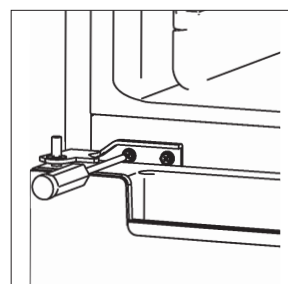

Fig. 14
- ▶ Vissez fermement la charnière inférieure (8) avec les deux vis de maintien.
- ▶ Vissez les pieds de l'appareil (9).
- ▶ Réalignez l'appareil. Alignez-le ensuite horizontalement en vissant ou dévissant les pieds de l'appareil (9).
- ▶ Placez maintenant la porte du congélateur (7) sur la charnière inférieure (8) en plaçant l'évidement du bas de la porte du congélateur (7) sur le tenon.
- ▶ Gardez la porte du congélateur (7) fermée.
- ▶ Déplacez la charnière médiane (6) sur le côté gauche.
- ▶ Placez les deux rondelles sur le tenon de la charnière médiane et insérez le tenon dans la porte du congélateur (7).
- ▶ Fixez la charnière médiane (6) avec les deux vis et un tournevis cruciforme (fig. 14).